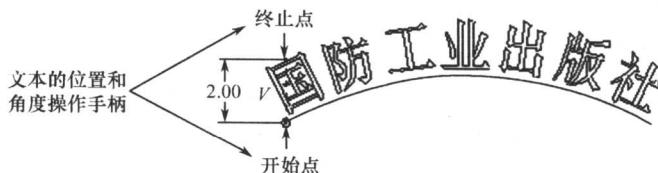

图 2-8 沿曲线放置文本
- ①字体:从系统提供的字体和 TrueType 字体列表中选取。
- ②长宽比:使用滑动条增大或缩小文本的长宽比。
- ③斜角:使用滑动条增大或缩小文本的倾斜角度。
- ④沿曲线放置:单击此复选框,系统提示:选取将要放置文本的曲线,用鼠标左键单击要放置文本的曲线,文本便沿着一条曲线放置,参看图 2-8。